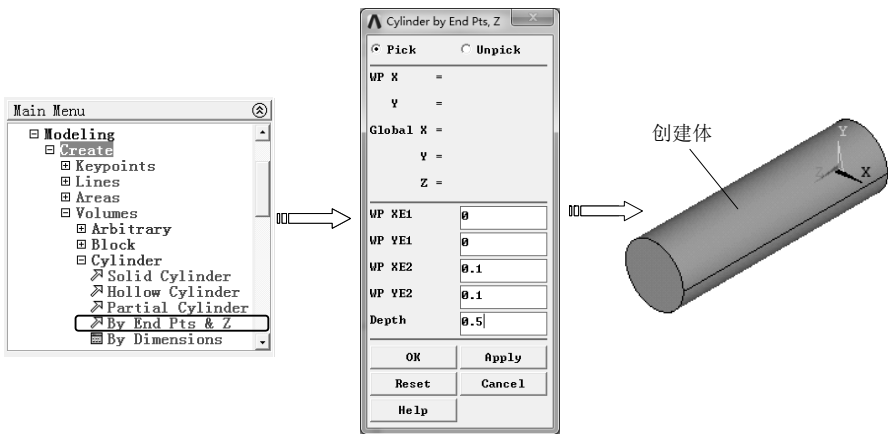

图 2-62 通过端点定义截面绘制圆柱
(4) 通过端点定义截面绘制圆柱 选择“Main Menu>Preprocessor>Modeling>Create>Volumes>Cylinder>By End Pts & Z”命令，弹出“Cylinder by End Pts, Z”对话框，在“WP XE1”“WP YE1”“WP XE2”“WP YE2”文本框中输入两点坐标来定义圆柱截面直径，在“Depth”文本框中输入高度，然后单击“OK”按钮创建圆柱体，如图2-62所示。